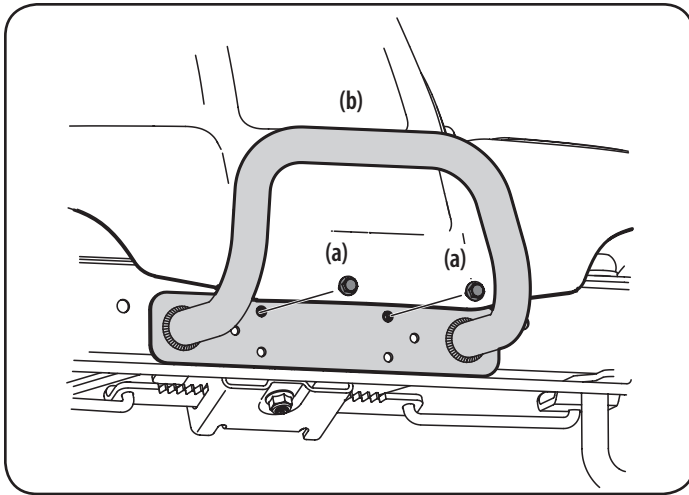

Figura 10
1. Extraiga los dos tornillos (a), como se indica en la Figura 10.
2. Ubique el paragolpes (b) sobre los orificios de montaje y sujete con los tornillos (a) que extrajo en el Paso 1. Consulte la Figura 10.